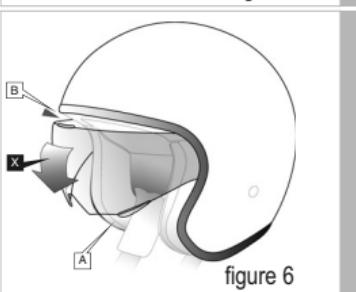

figure 6
Démontage - voir figure 6
Abaissé (voir Fig. 6) la visière dans la direction (X) jusqu'à la position d'ouverture complète en utilisant le point de prise approprié (A). Une fois parvenu à la position d'ouverture complète, pour le démontage il faut vaincre le blocage de fin de course (B) de la visière en exerçant une certaine force dans la direction (X) jusqu'à parvenir à une rotation de celle-ci au-delà du point de blocage. Cette situation est indiquée par le dépassement du bord supérieur de la visière au-delà du bord supérieur du casque.